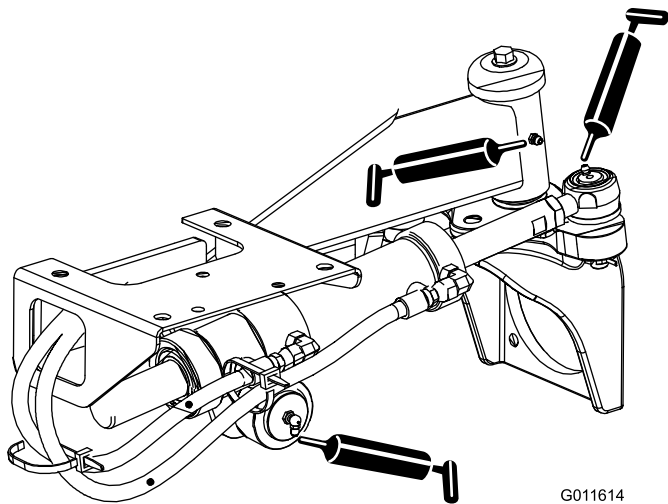

Figura 35
- Articulaciones esféricas del cilindro de dirección (2) y eje trasero (1) (Figura 35)